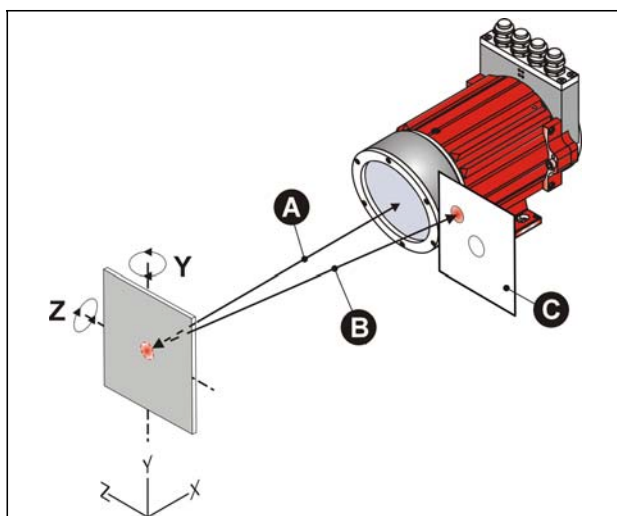

Рисунок 4: устранение отраженного сигнала
- **Рисунок 4: устранение отраженного сигнала:**